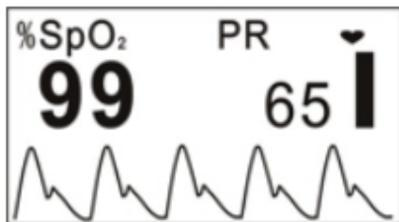
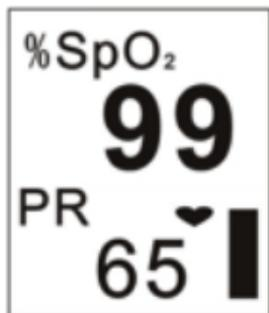
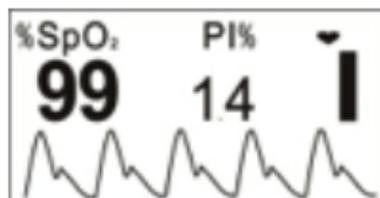
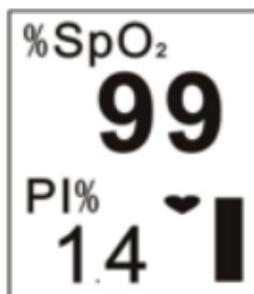

Figura 4
Figura 5
Figura 6
Figura 7
4. Posteriormente entrar en la ventana de visualización de los datos (como se muestra en la Figura 4). El usuario puede leer los valores y visualizar la forma de onda desde la pantalla de visualización.
5. Cuando el display se muestra como en la Figura 4, presionar la tecla Display para cambiar la ventana de visualización
- Presionar una vez la tecla Display, la pantalla del display (como se muestra en la Figura 4) se girará a 180°.
- Presionar dos veces la tecla Display, la pantalla del display cambiará como se muestra en la Figura 5.
- Presionar la tecla Display tres veces, la pantalla del display (como se muestra en la Figura 5) se girará a 180°.
- Presionar la tecla Display cuatro veces, la pantalla volverá a la pantalla como se muestra en la Figura 4.
- Presionar la tecla del display de modo circular, la pantalla del display será conmutada entre las dos ventanas (como se muestra en la Figura 4 y en la Figura 5) y la cuatro direcciones se visualizarán alternativamente.
6. Presionar prolongadamente la Tecla Display (aproximadamente 2 segundos), se visualizará la pantalla como se muestra en la Figura 6. Las diferencias entre la Figura 6 y la Figura 4 son las siguientes:
- En la Figura 4 la SpO₂ y la frecuencia cardíaca se supervisan y se visualizan en la pantalla
- En la Figura 6, la SpO₂ y el índice de perfusión se supervisan y se visualizan en la pantalla.
7. Cuando en la pantalla se visualiza lo que se muestra en la Figura 6, presionar la tecla Display de forma circular, la pantalla del display se conmutará entre las dos ventanas (como se muestra en la Figura 6 y en la Figura 7) y la cuatro direcciones se visualizarán alternativamente.
8. La ventana de visualización (como se muestra en la Figura 6 o en la Figura 7) volverá a la pantalla como se muestra en la Figura 4 o en la Figura 5 si no se realiza la operación dentro de 10 segundos.